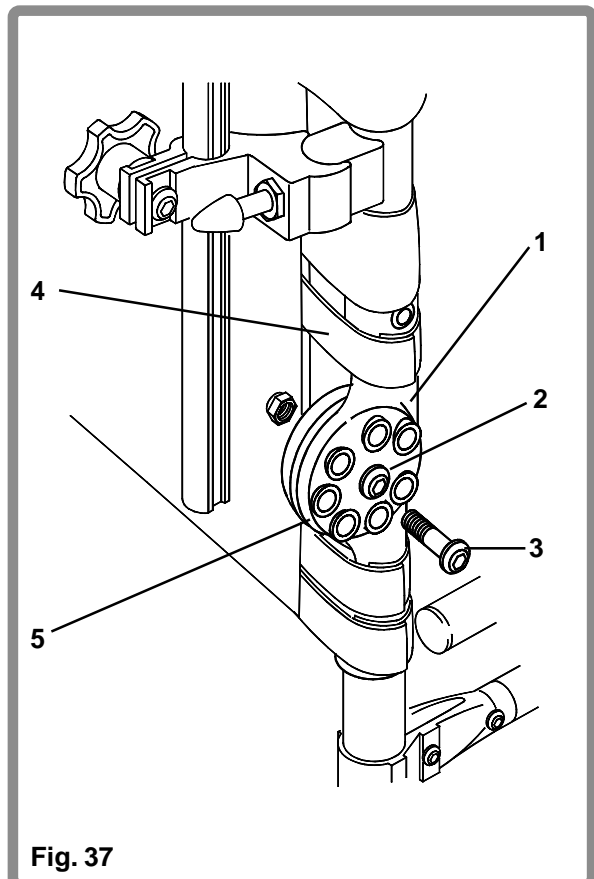

Fig. 37
De hoek van de rug (Fig. 37) kan worden afgesteld met verhogingen van 3° , tussen -3° tot 12° , door gebruik van de afstelmechanismen van de rug (1) op de rugbuizen. Maak schroef 2 los en verwijder schroef 3 met een 5mm inbussleutel en een 13mm A/F steeksleutel (aan beide zijden van de stoel). Draai de rug (4) in de gewenste positie en plaats de schroef (3) terug. Haal aan op 4-7Nm koppel.
Zet de rug opnieuw in de hoekpositie (Zie pagina 33 Fig. 37).